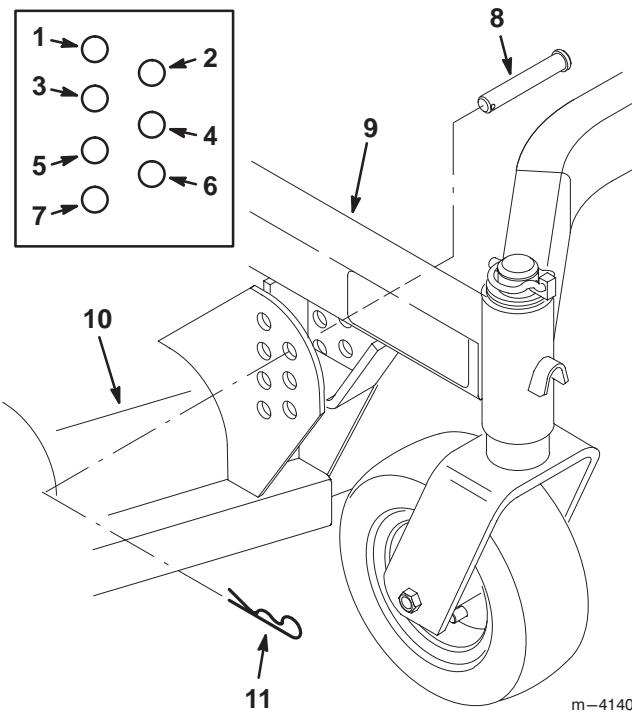

Bild 6
- Bringen Sie das Schneidwerk mit vier (4) Klappsteckern und Splinten am Trägergestell an (Bild 6).